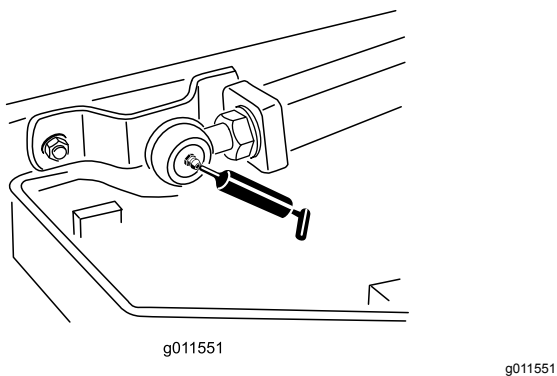

Figura 70
- 2 rótulas de los brazos de elevación (Figura 70)